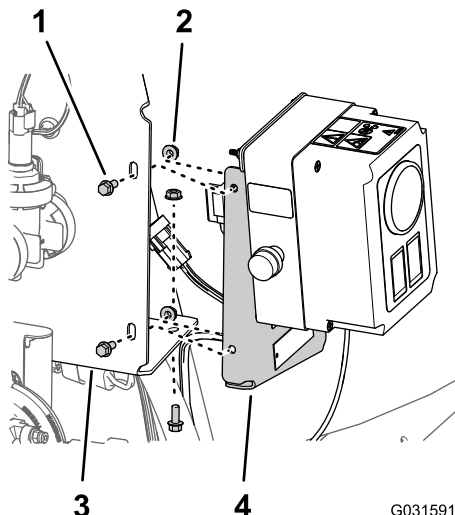

Figure 181
1. Alignez le flexible dans la plaque de montage du boîtier de commande et les trous ou les fentes dans le support de collecteur des vannes de pulvérisation (Figure 181).
2. Montez le boîtier de commande sur le support de collecteur (Figure 181) à l'aide des 3 boulons